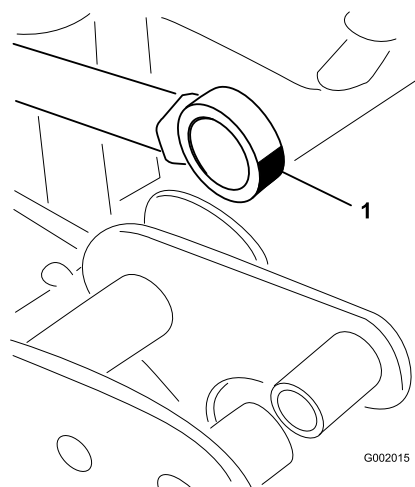

図 107
5. アクチュエータロッドのベアリング端部を動かしながらベアリング内部にグリスを注入する 図 107。